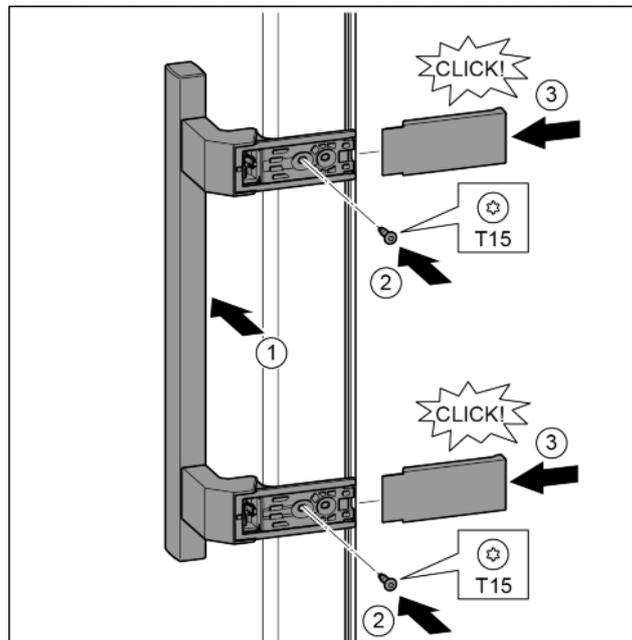

Fig. 21
- ▶ Držadlo nasadte na opačnú stranu. Fig. 21 (1)
- ▶ Skrutkovačom T15 pevne zaskrutkujte skrutky. Fig. 21 (2)
- ▶ Kryt nasadte a nasuňte z boku. Fig. 21 (3)